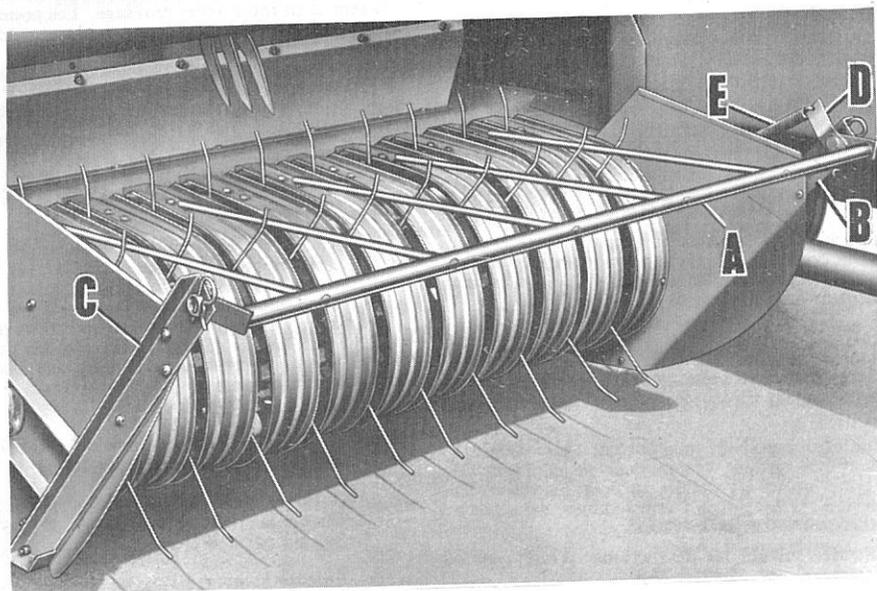

Fig. 46. Méthode de montage du dispositif de retenue du fourrage.
1. Introduire la barre porte-dents (A, Fig. 46) dans les trous des cornières d'assemblage (B et C, Fig. 46) le bras de levier (D, Fig. 46) étant du côté gauche (au plus près du canal de la presse) comme sur la
3. Attacher une extrémité du ressort (E, Fig. 46) au crochet et l'autre extrémité au bras de levier (D, Fig. 46) de la barre porte-dents